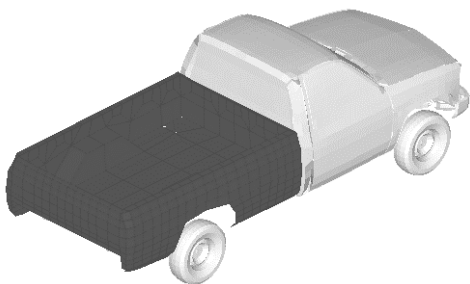

图 13-7 显示车身应力云图
- (1) 在工具栏单击 (🌈) 按钮进入 contour 面板。
- (2) 在模型浏览区单击 Selector (🖱️) 按钮激活选择器。
- (3) 选择 SHELL: BED 组件。
- (4) 单击 Add To Panel Collector (📁) 按钮，将车身添加进入 Components 集合器。
- (5) 切换 Result type 到 Stress(t) vonMises。
- (6) 单击 Apply 按钮，在 SHELL: BED 上显示应力云图，如图 13-7 所示。
- (7) 使用 Animation Controls 工具打开模型动画，观察车身组件上的应力云图。
- (8) 停止动画。